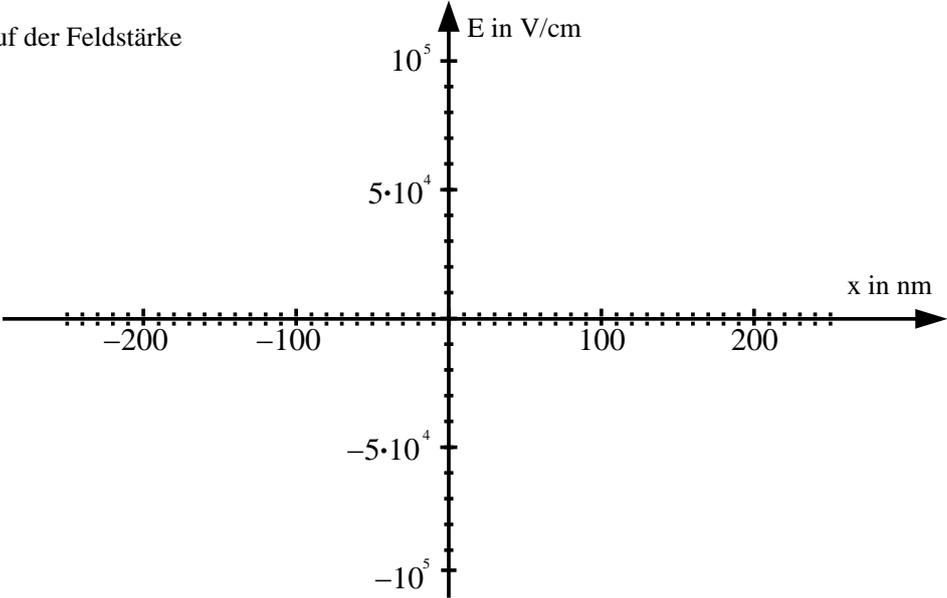

Abb. 2.2: pn-Übergang einer Diode
- Bestimmen Sie die Ausweitung der RLZ im n- sowie im p-Gebiet und ergänzen Sie quantitativ den Verlauf der RLZ in Abbildung 2.2 a)! Wählen Sie für die y-Achse eine geeignete Skalierung!
- Berechnen Sie die maximale Feldstärke E_{Max} am pn-Übergang und ergänzen Sie den Verlauf der Feldstärke in Abbildung 2.2 b)!